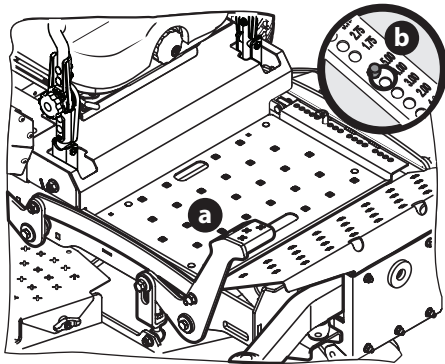

Figure 34
1. Utilisez la pédale de levage du plateau de coupe (a) pour lever le plateau de coupe à sa position la plus haute, placez l'axe de chape (b) fixé à la tondeuse dans le trou d'indexage souhaité sur l'indicateur de hauteur du plateau de coupe, puis relâchez lentement la pédale de levage du plateau de coupe (a) (Figure 34).